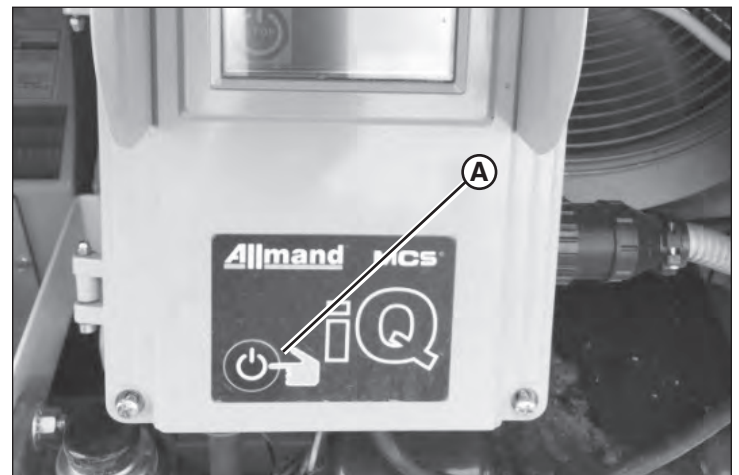

Figura 30
- Mantenga presionado el botón de ARRANQUE Y DETENCIÓN en el módulo de control (A, Figura 30).